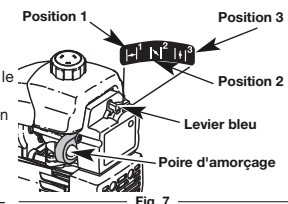

Fig. 7
3. Pressez et relâchez la poire d'amorçage à 10 reprises, lente-ment. Une certaine quantité de carburant devrait être visible dans la poire d'amorçage et les conduites de carburant (Fig. 7). Si vous n'apercevez pas de carburant dans la poire, pressez et relâchez la poire autant de fois que nécessaire jusqu'à ce que vous aperceviez du carburant dans cette dernière.
4. Mettez le levier bleu en position 1 (Fig. 7).
9. Une fois que le moteur est chauffé, placez le levier bleu d'étranglement en position 3 (Fig. 7). La machine est prête à être utilisée.
SI... Le moteur hésite, remettez le levier en position 2 (Fig. 7) et continuez à le chauffer.